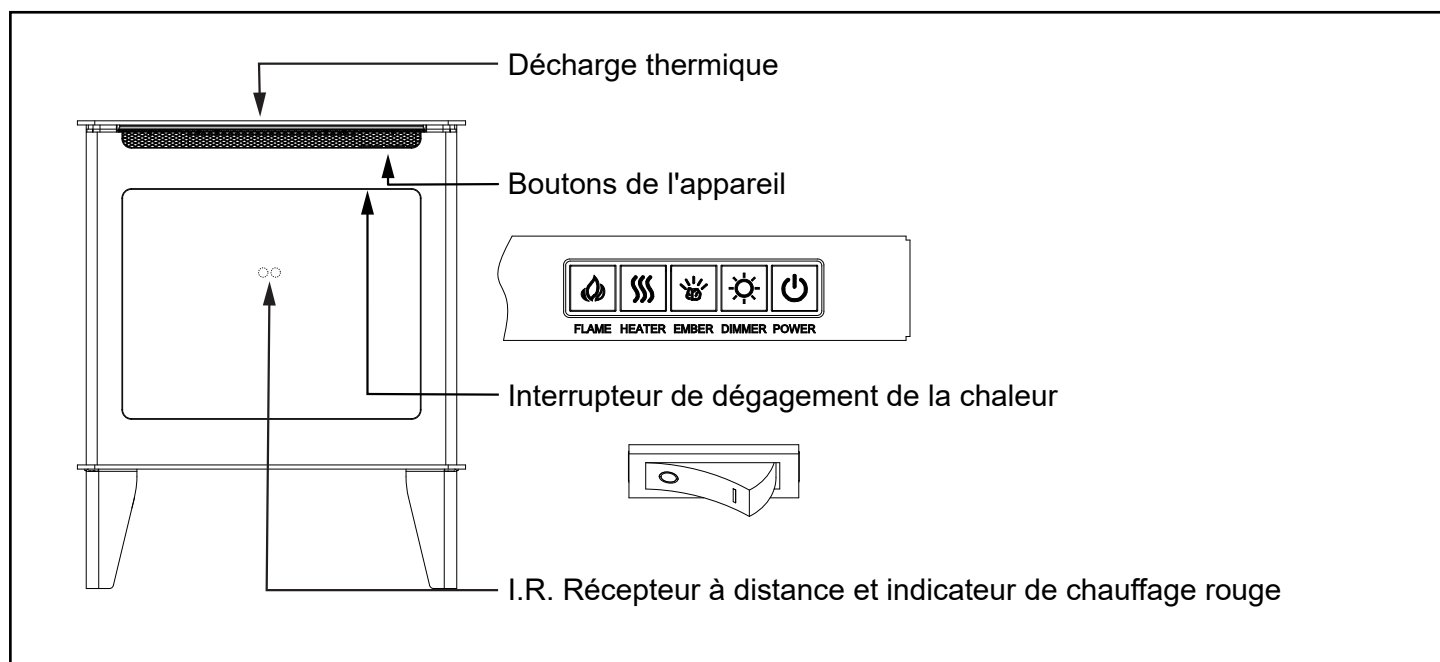

Figure 5.1 - Boutons et désengagement thermique
L'appareil peut être utilisé par télécommande et par bouton manuel. Une fois que l'appareil est correctement branché sur une prise électrique mise à la terre, allumez le bouton de mise en marche principal situé en bas à droite de l'appareil. Un bip doit être entendu après la mise sous tension initiale. Voir la figure 5.1.
- Appuyez sur le bouton de chauffage pour l'allumer. L'appareil émettra un bip, un voyant DEL s'allumera (voir Figure 5.1) et le chauffage s'allumera sur un réglage de chauffage BAS.
L'appareil est équipé d'un interrupteur de dégagement de la chaleur. Ce commutateur désactive l'utilisation du chauffage et l'empêchera d'être allumé par le bouton de chauffage manuel ou à distance. L'interrupteur est placé derrière la vitre de visualisation avant et est placé au plafond à l'intérieur de l'appareil. Voir la figure 5.1. Veuillez vous référer à la section 4 pour le retrait des vitres.